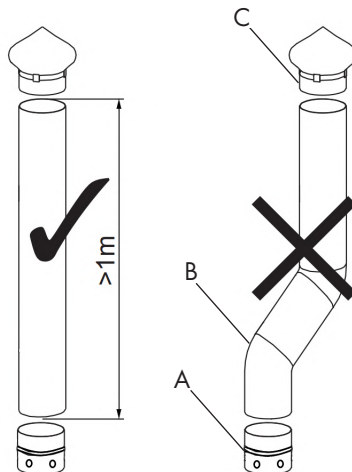

Abb. 9
Montieren Sie für den Betrieb im Freien oder den Betrieb in teilgeschlossenen, gutbelüfteten Räumen ohne Abgasleitung, einen einfachen Kaminadapter am Kaminanschluss (A), siehe auch Abb. 9